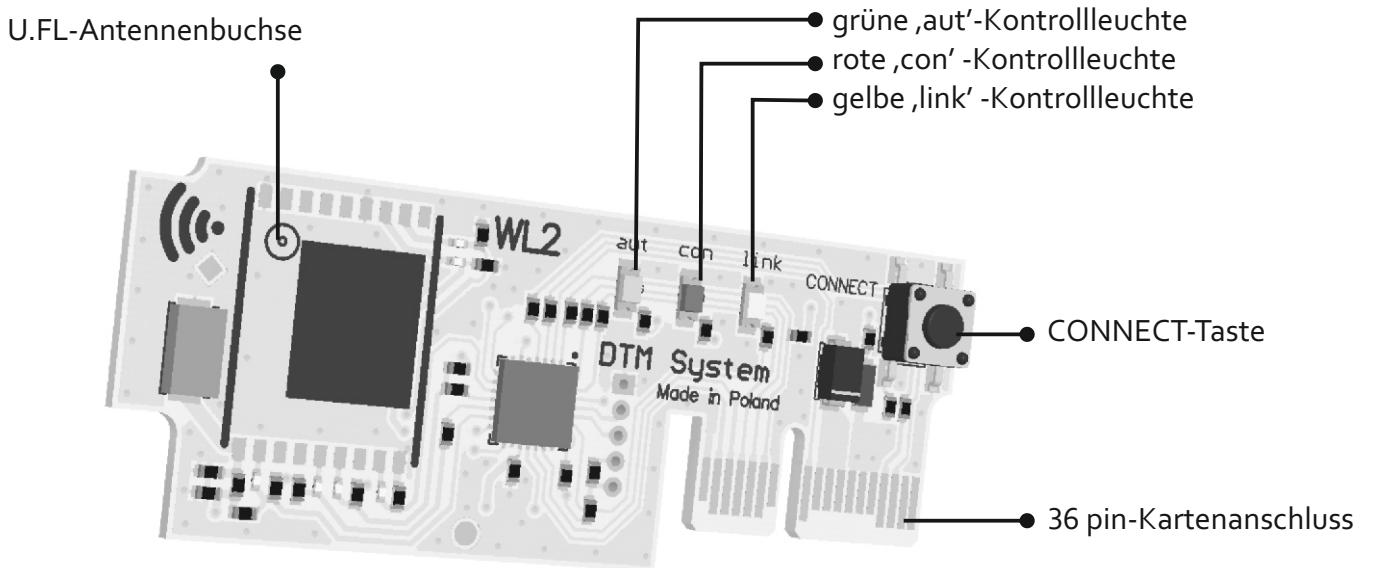

Abb.1. Ansicht der WL2-Karte mit Beschreibung der Funktionselemente.
Schritt 8: Das Ende der Übergangsanennenleitung in die U.FL-Antennenbuchse auf der WL2-Karte (Abb. 1) stecken und dabei auf die korrekte Verlegung des Antennenkabels (Abb. 2d) achten.